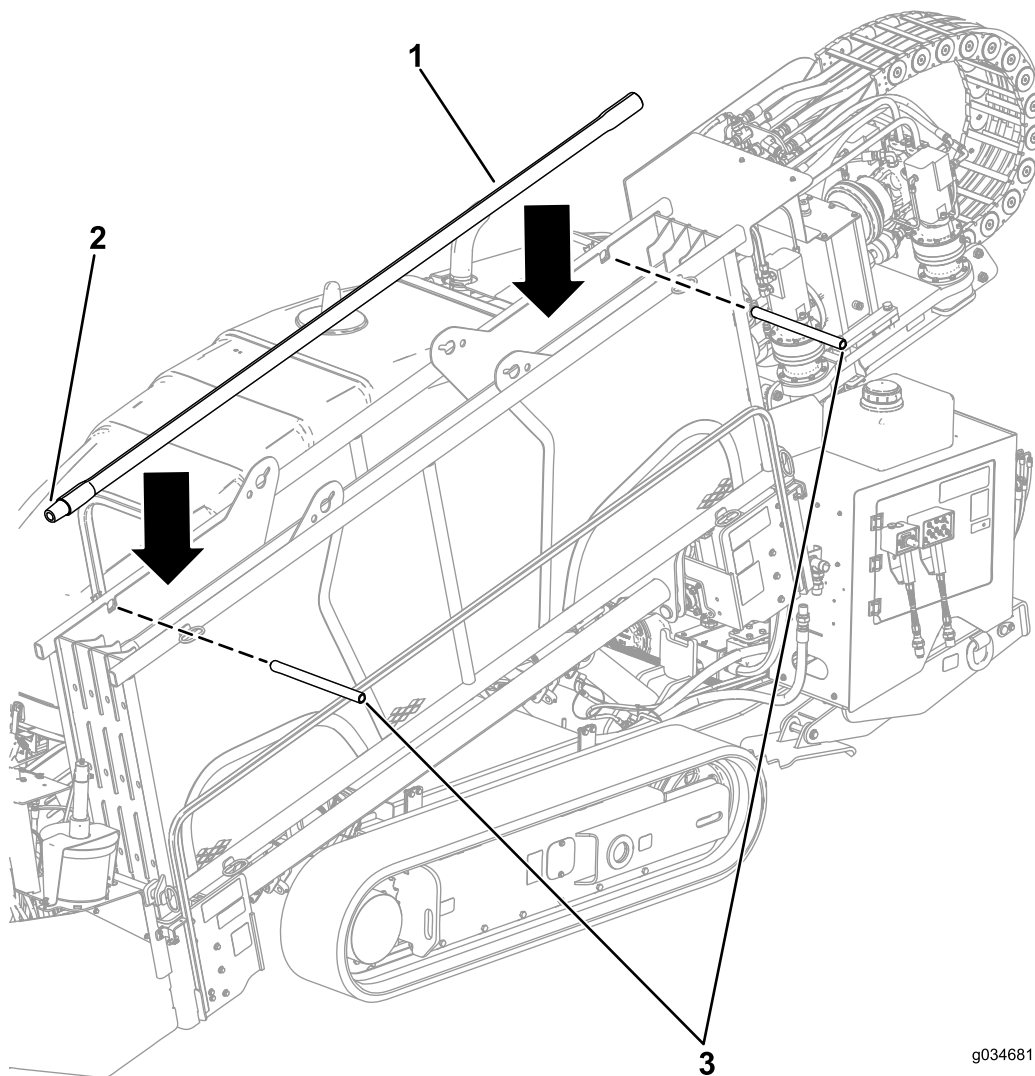

Figura 36
1. Retire os pinos do porta-hastes (Figura 36).
2. Introduza as hastes pela parte superior, com as extremidades com rosca macho voltadas para a dianteira da máquina (Figura 36).